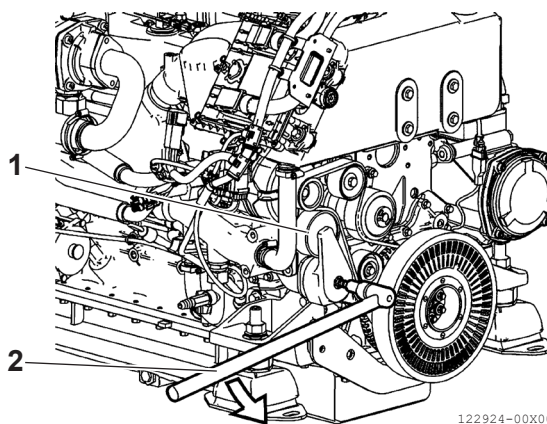

Bild 18
- Kontrollera samtidigt att spännanordningen (**bild 18, (1)**) fungerar som den ska och fortsätt enligt bilden.